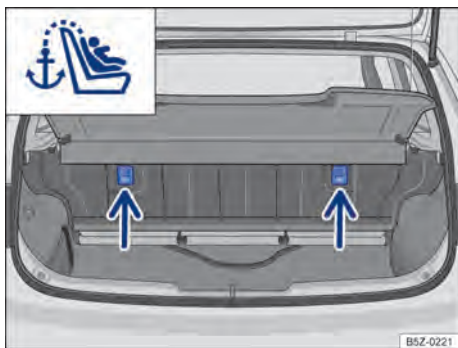

Fig. 35 Olhalis de retenção para o cinto de fixação superior no lado de trás do banco traseiro.
- Caso seja fornecido juntamente com a cadeira de criança, colocar o cinto de fixação superior (Top Tether) da cadeira de criança entre o encosto do banco traseiro, fixando-o no terminal de engate existente na parte posterior do encosto do banco → Fig. 35.